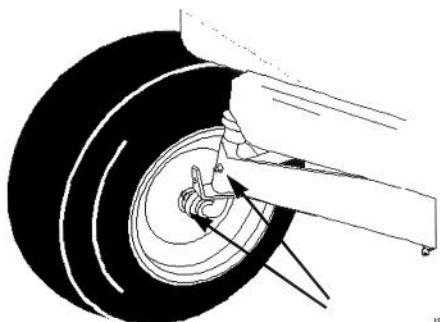

Bild 23
1. Solange Fett in die Vorderräder und Spindeln einpressen, bis es aus den Lagerungen hervorquellt (Bild 23).
2. Das Achsgelenk der Vorderachse abschmieren (Bild 23).